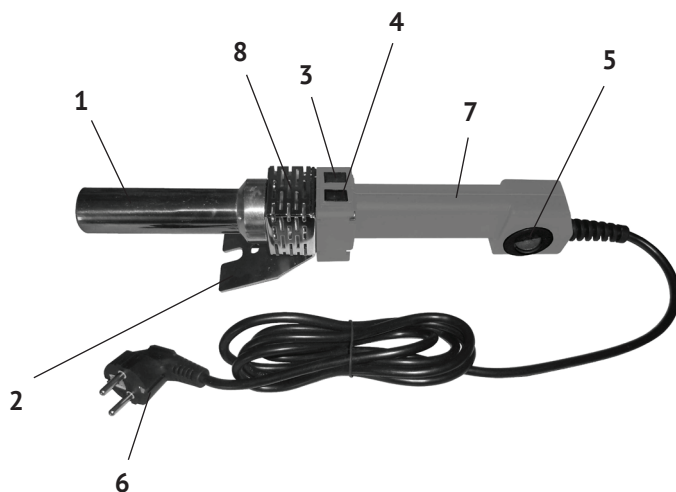

рис. 1
4.1 Общий вид сварочного аппарата представлен на рис. 1
4.2 Включение ТЭНа (при подключённом к сети аппарате) и установка температуры осуществляется ручкой термостата (рис.1 поз.3). Термостат поддерживает (в интервале от 50 до 300 °С) выставленную температуру в автоматическом режиме. Индикатор (рис.1 поз.3) загорается при подключении аппарата к сети питания. Индикатор (рис.1 поз.4) включается при включении термостата и установке выбранной температуры сварки. Радиатор (рис.1 поз.8) отводит тепло от нагретого ТЭНа, понижая температуру корпуса (рис.1 поз.7).
6.1 Из кейса извлеките подставку (рис.1 поз.4). Установите её на ровной и надёжной поверхности рабочего стола (верстака).
6.3 На цилиндр нагревательного элемента (рис.1 поз.1) установите и колдками закрепите парные насадки, необходимые для предстоящей работы. Насадки должны быть чистыми.
7.1 Включите сварочный аппарат в сеть. Включите ручкой (рис.1 поз.3) термостат и установите необходимую (для конкретного материала) температуру сварки.
7.2. Для достижения рабочей температуры нагревательного элемента (рис.1 поз.1) и установленных насадок потребуется некоторое время.
Корректировку температуры производите регулятором температуры нагрева ручкой термостата (рис.1 поз.5).